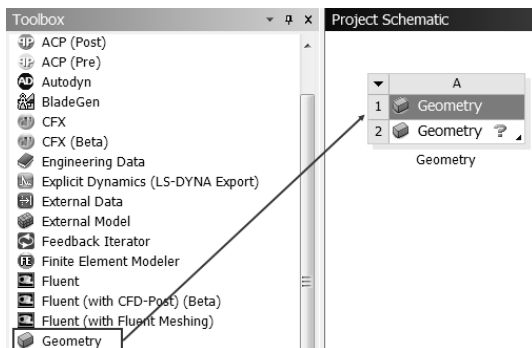

图 13-2 创建分析项目 A
Step2：双击主界面 Toolbox（工具箱）中的 Component Systems Geometry（几何）命令，即可在 Project Schematic（项目管理区）创建分析项目 A，如图 13-2 所示。